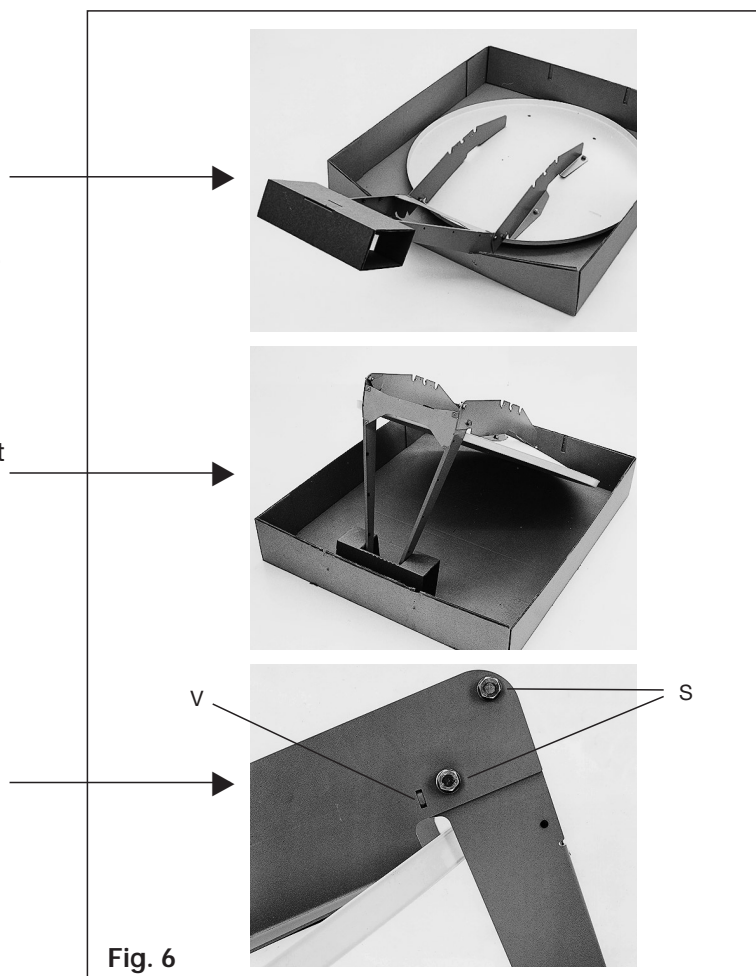

Fig. 6
c) Préparation de l'antenne (Fig. 6)